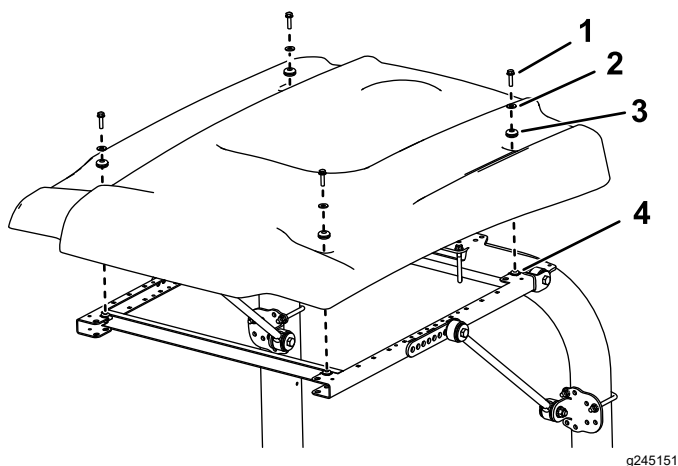

Рисунок 41
15. Выравнивая монтажные отверстия, расположите солнцезащитный навес на раме, как показано на Рисунок 41.
16. Установите каждый угол солнцезащитного навеса на раму с помощью болта с фланцевой головкой (5/16 x 1¼ дюйма), малой шайбы и уплотнительной втулки, не затягивая их (Рисунок 41).